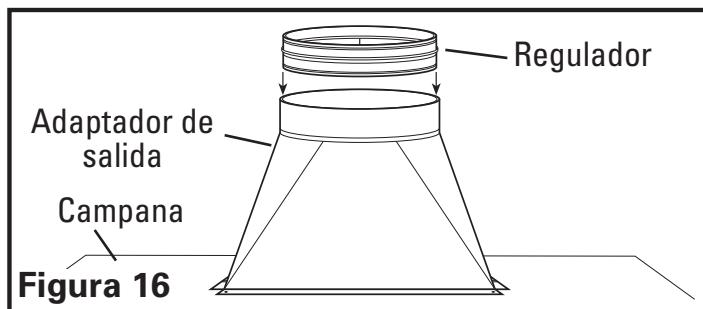

Figura 16
- Es altamente recomendable la instalación de un regulador de corriente invertida de aire para evitar que el aire exterior vuelva a ingresar a la casa. Elija un regulador de corriente invertida de aire (disponible por separado) del tamaño adecuado para coincidir con el diámetro del adaptador de salida. Adose el regulador de corriente invertida de aire al adaptador de salida, oprima hasta introducirlo en la abertura redonda del adaptador hasta que esté completamente apoyado, asegurándose que el regulador se abra hacia fuera de la campana, de lo contrario el flujo de aire quedará restringido (Figura 16).